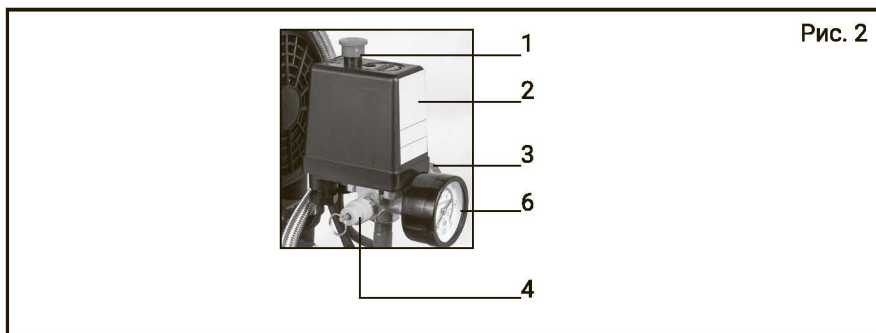

Рис. 2
4.2 Компрессор состоит из корпуса компрессорной группы (рис. 1, поз. 5) с двигателем закрепленными на металлическом корпусе ресивера (рис. 1, поз. 8). Вращение якоря двигателя преобразуется кривошипно-шатунным механизмом в возвратно-поступательное движение поршня. Сжатый воздух из выпускного клапана цилиндра подается в ресивер. При подключении к быстросъемному выходному штуцеру (рис. 2, поз. 7) пневмоинструмента, сжатый воздух подается к инструменту. Выходное давление в штуцере отображается на манометре (рис. 1, поз. 6).
При подключении компрессора к сети питания, убедитесь что, выключатель реле давления (рис. 2, поз. 1) находится в позиции «Выкл».
Реле давления (рис. 2, поз. 2) в автоматическом режиме поддерживает установленный изготовителем диапазон давления в ресивере. По достижении в ресивере давления 8 бар, реле автоматически отключает двигатель компрессора. После подключения пневмоинструмента давление в ресивере начнёт снижаться, при достижении нижнего установленного уровня (6 бар), реле давления включит двигатель компрессора.
Выходной коллектор (рис. 2) компрессора имеет выходной (быстротъёмный) штуцер (рис. 2, поз. 3) для подключения пневмоинструмента.
Так же компрессор оснащён предохранительным клапаном (рис. 2 поз. 4) для ограничения максимального давления в ресивере и стравливания сжатого воздуха из ресивера (если не сработало реле давления).
7.3 По окончании работы полностью сбросьте давление, открыв предохранительный клапан (рис. 2, поз. 4).